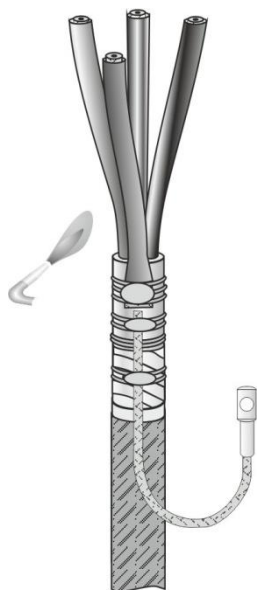

Рис.5
4. На нулевой рабочий провод надвинуть термоусаживаемую трубку для изолирования нулевого рабочего провода как можно ближе к месту пайки и усадить. Также термоусаживаемые трубки для изолирования жил кабеля надвинуть на жилы так, чтобы нижняя часть трубок доходила до ступени поясной изоляции и усадить, начиная от корешка разделки, равномерным прогревом пламени газовой горелки. Пламя горелки должно быть размытым, желтоватого цвета (Рис.5). После остывания трубки необходимо обезжирить.